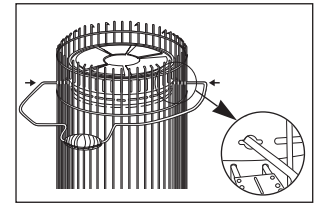

Fig.6
**D.) INSTALLER LA POIGNÉE DE TRANSPORT :** (Fig.6)